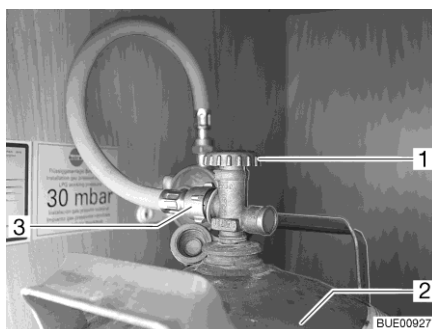

Bild 131 Gasbox
- Stäng huvudavstängningsventilen (Bild 131,1) på gasflaskan (Bild 131,2). Beakta pilriktningen.
- Skruva loss gasslangen (Bild 131,3) från gasflaskan.